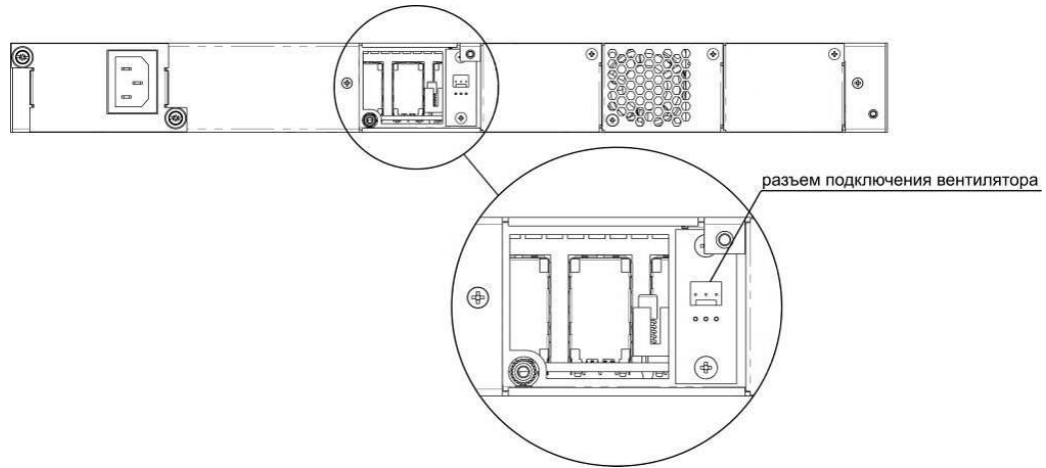

Рисунок 21 – Разъем для подключения вентилятора SMG-1016M
3. Отсоединить контакты блока от разъема в устройстве, Рисунок 21.